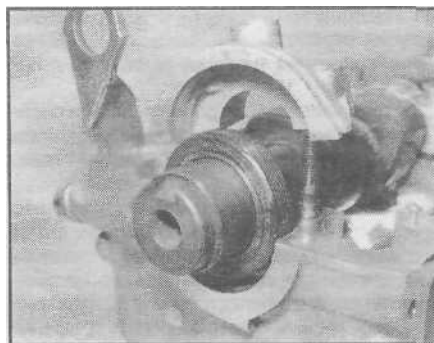

Рис. 10.3. Манжета распределительного вала
- 3 Установите новую масляную манжету распределительного вала [см. рис. 10.3].